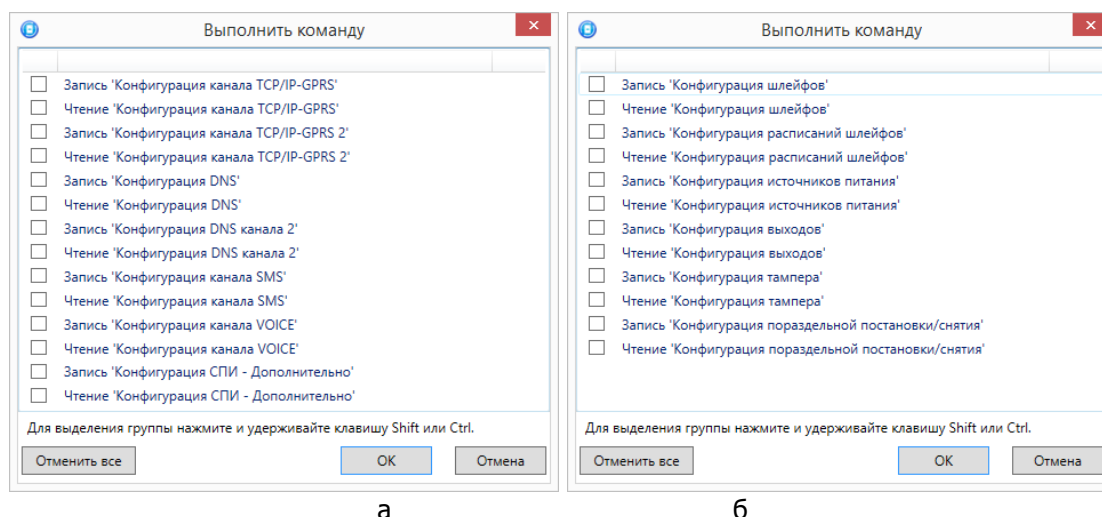

Рисунок 4.39 — Окно *Выполнить команду* (а — конфигурация ПОО, б — конфигурация ППК)
- **Выполнить команду:** открытие окна *Выполнить команду* (см. рисунок 4.39), с помощью которого могут быть записаны или считаны отдельные группы параметров (актуально при медленной скорости передачи данных или тарификации по объему передачи данных).